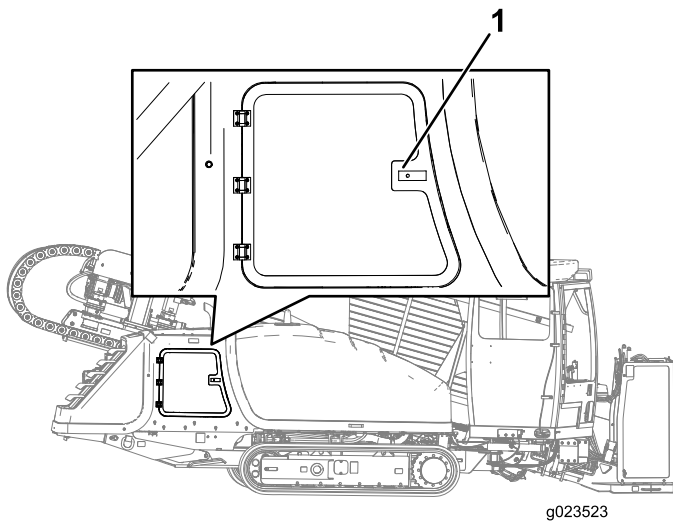

Bild 69
2. Drücken Sie den Plattengriff an der linken Seite und öffnen Sie die Klappe, wenn der Griff gelöst ist (Bild 69).